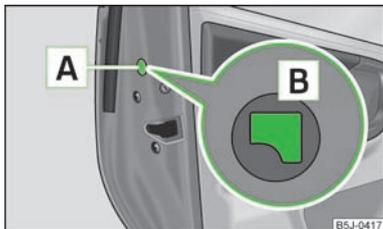

Abb. 13
- Die Blende  abbauen » Abb. 13.